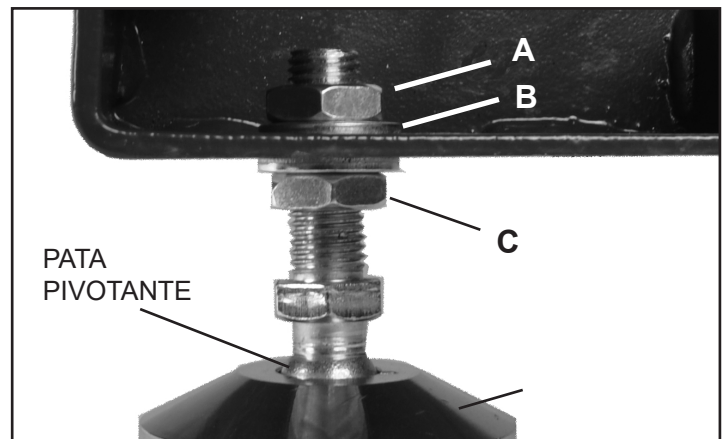

FIG. 3
2. Las Patas Ajustables tienen dos tuercas hexagonales y arandelas en sus ejes roscados. Quite la tuerca y arandela superiores (Fig. 3, A) y deje la tuerca y arandela inferiores en el eje. La tuerca inferior se usará para ajustar el nivel del torno después. Figura 3.
NOTA: Una vez que el torno esté ensamblado y en su sitio final, ajuste la tuerca(s) inferior(es) (Fig. 3, C) que están justo debajo de la pata para fijar la altura del husillo deseado y para nivelar el torno. Después, apriete las tuercas superiores para asegurar las patas ajustables en sus posiciones.